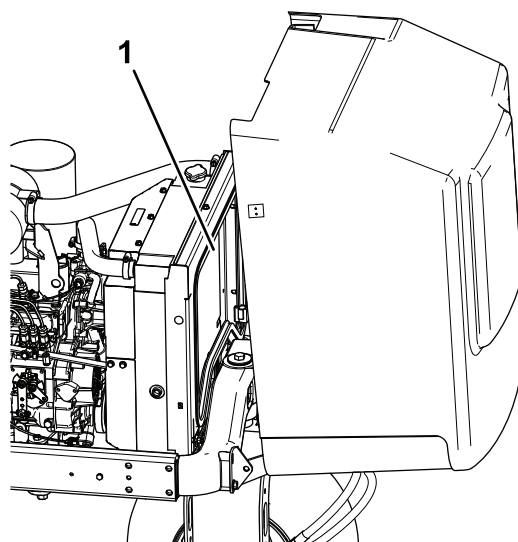

Figura 69
5. Limpe os dois lados do radiador com água ou ar comprimido (Figura 69).